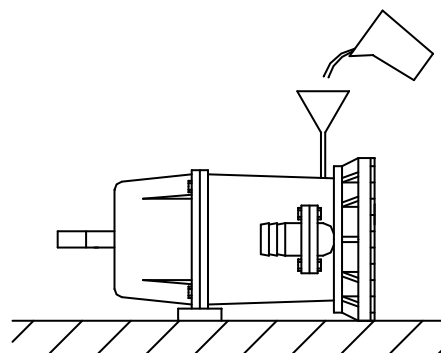

図 4
- (1) ご使用前に必ず絶縁抵抗の測定をしてください。絶縁抵抗値は  $1\text{M}\Omega$  以上あれば運転に支障ありませんが  $1\text{M}\Omega$  以上あっても、急に低下し始めているものは異常と考えられますので修理が必要です。
- (2) 運転中の電流値、電流計のふれを点検してください。ふれの大きい場合は異物をかみ込んでいる恐れがあります。付着した異物を取り除いてください。
- (3) 吐出し量が急激に減少している場合には、吸込口(ストレーナ部)に異物がつまっている恐れがあります。付着した異物を取り除いてください。
- (4) ポンプ性能が徐々に低下した場合は、ケーシングや羽根車の摩耗が考えられます。各部を点検し摩耗している部品は早期に交換してください。
- (5) 使用後に、メカニカルシールの潤滑油を点検・交換して頂きますと、メカニカルシールの寿命が長くなります。この際、潤滑油に水が浸入し、白濁している場合は、メカニカルシールの不良ですので交換が必要です。潤滑油交換時には図 4 のように注油栓を上にし、ポンプを水平に置いて表 2 に示す潤滑油を必ず規定量注油してください。この時ポンプをゆすったりして、規定量以上注油しますと、メカニカルシール室の内圧上昇により、シール寿命が著しく低下します。注油後はシールワッシャを介し、注油栓を十分に締付けてください。
メカニカルシール室の潤滑油の交換は6ヶ月毎に行ってください。この際潤滑油に水が混入し白濁している場合は、メカニカルシールを交換してください。潤滑油の交換時には図 4 のように注油栓を真上にし、ポンプを水平に置いて表 2 の潤滑油量を必ず規定量注油し、シールワッシャを介し注油栓を十分に締め付けてください。